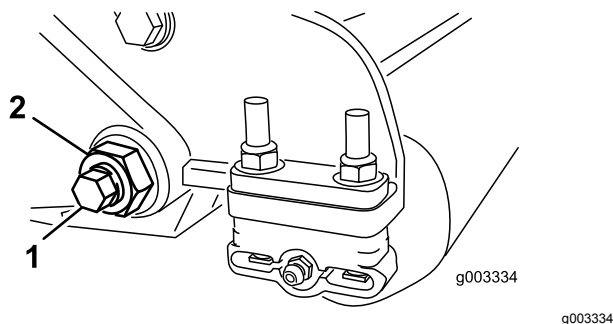

Figura 38
3. Desaperte a porca de bloqueio que segura a cavilha da barra de apoio, em cada um dos lados da máquina (Figura 38).
4. Remova cada uma das cavilhas da barra de apoio, de modo permitir puxá-la e retirá-la da máquina (Figura 38). Guarde as duas anilhas